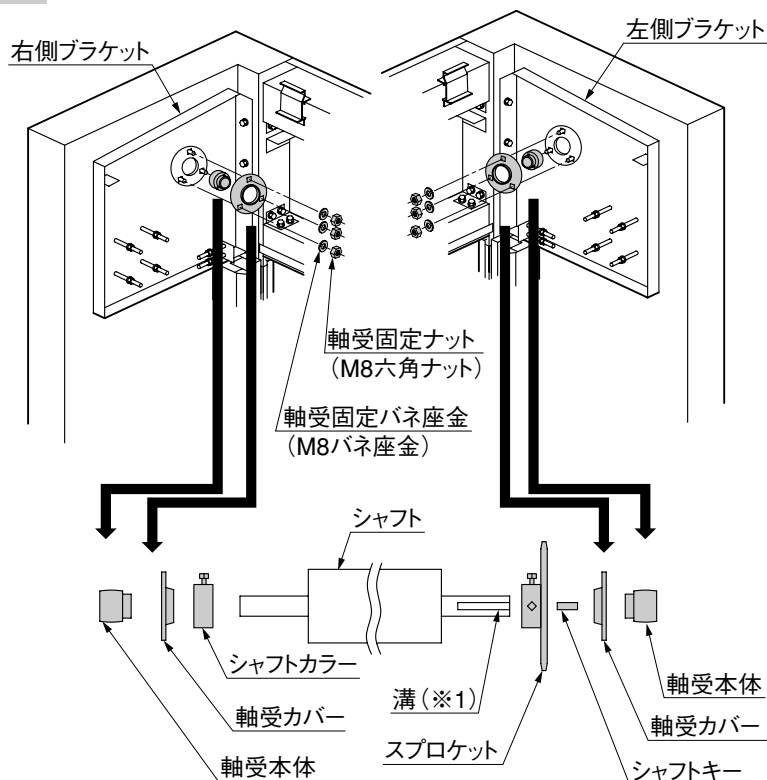

図3-1
- 軸受カバーと軸受本体の取付け方向が図3-1のようになっているか確認してください。